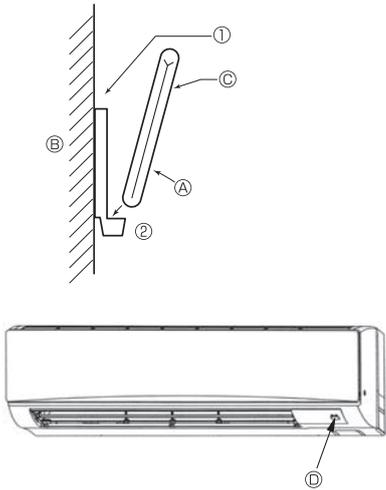
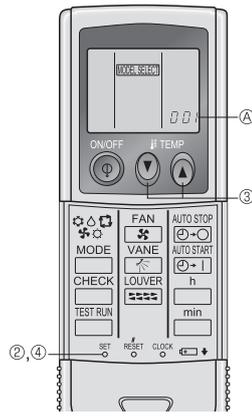

Fig. 6-2
Fig. 6-3
2) 安装方法 (Fig. 6-2)
- ① 用两个自攻螺钉将遥控器支座装配在理想之处。
- ② 将控制器的较低部安装在支座内。
3) 设定 (Fig. 6-3)
- ① 装上电池。
- ② 用末端尖锐的物件按下 SET（设定）按钮。